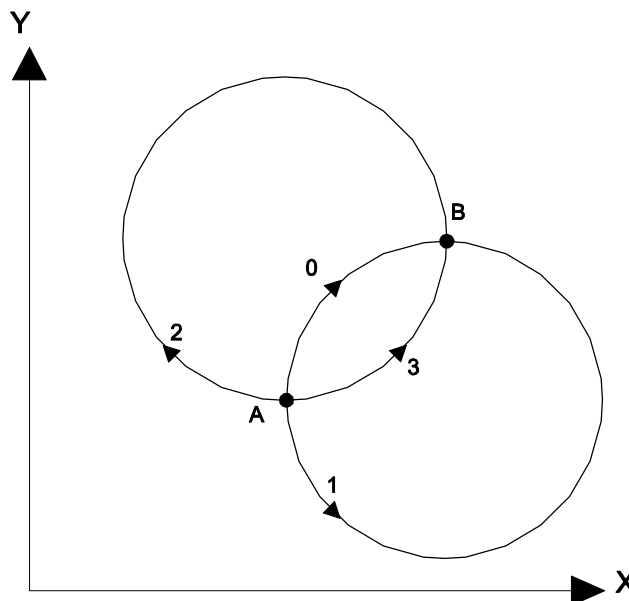

Abb. 8-2 : Kreisbogen-Modi
- Der Modus, der eine der 4 möglichen Lösungen auswählt, siehe Abb. 8-2